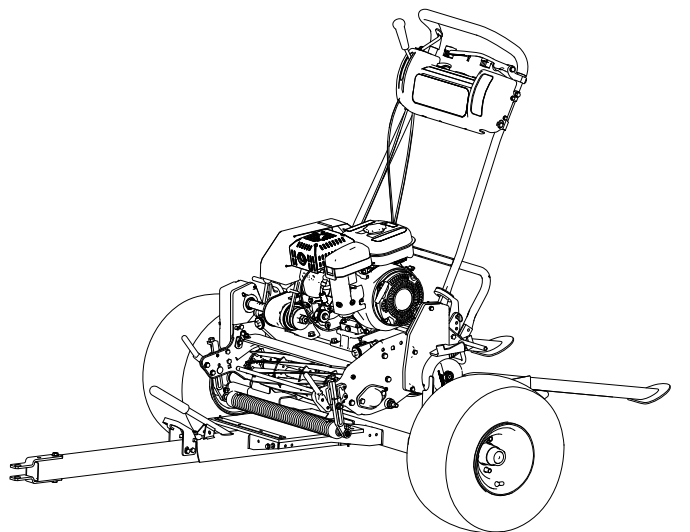

图12
3. 从果岭机上拆下集草斗、分离滚刀驱动、然后将油门移至最慢速的位置。缓慢地将果岭剪草机开到拖车上直至接触阻轮器图12。